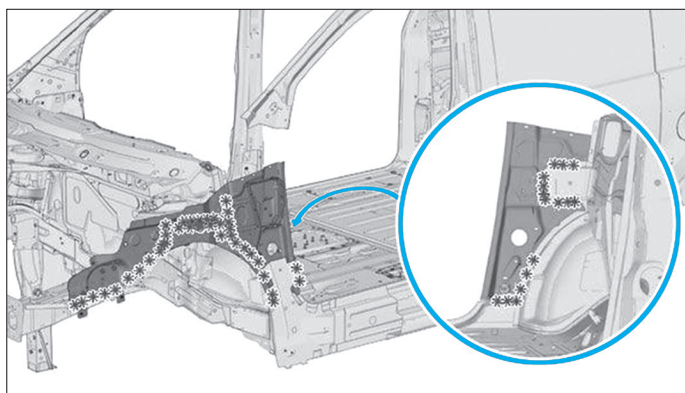

FIG. 32
- Découper les points (Fig.32).